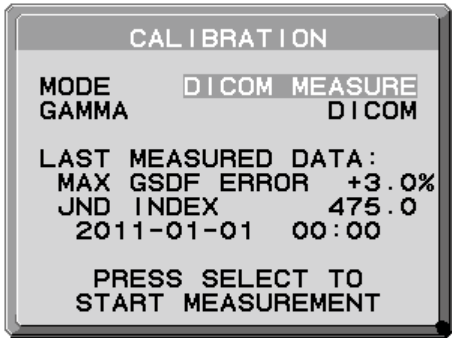

图 D.1
2. 在 MODE 选择中使用“LEFT”或“RIGHT”键选择 DICOM MEASURE（图 D.1）。